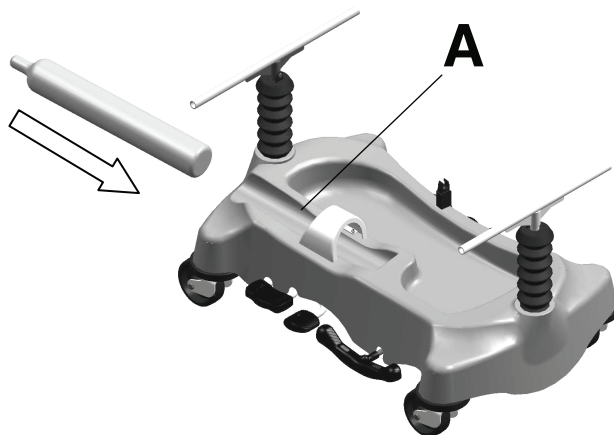

Figura 10 – Anel de retenção de botija de oxigênio
Para fixar a botija de oxigénio, deslize a botija de oxigénio para o recorte do compartimento da base (A), primeiro a parte inferior (Figura 10).